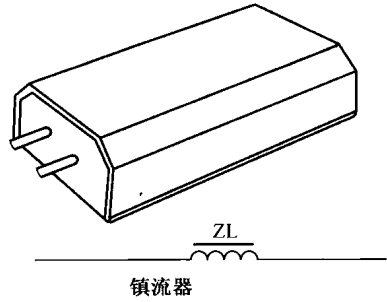

图 1-5 日光灯镇流器
③ 日光灯镇流器。日光灯镇流器实际上是一个低频电流线圈，有双线圈式和单线圈式两种，制造时是根据日光灯管的功率来选定它的铁芯截面和线圈匝数的，还要调整它的限流范围（即磁路间隙）。其外形及电路符号如图 1-5 所示。